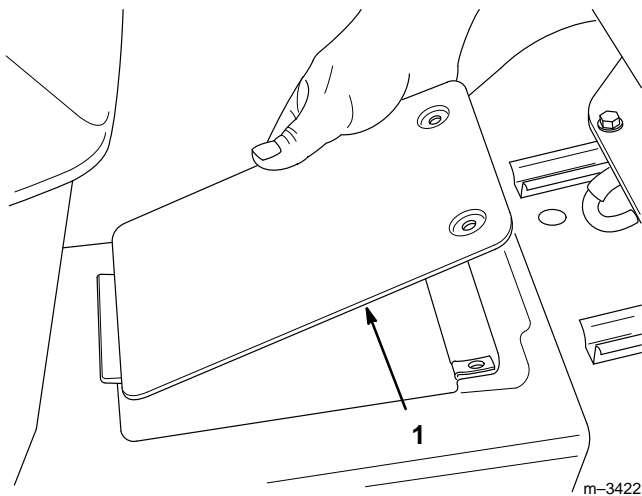

Abbildung 36
3. Die Antriebswellen-Wartungsabdeckung am Traktortunnel neben dem Sitz öffnen, indem die beiden Befestigungsschrauben losgeschraubt werden und dann die Abdeckung angehoben wird (Abb. 36).